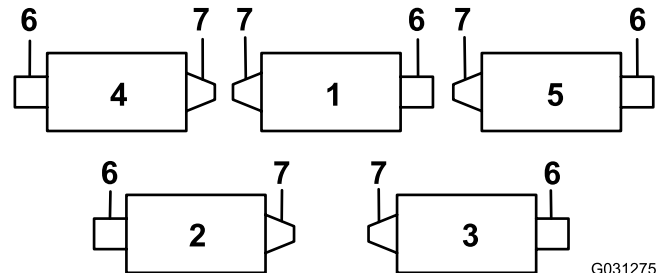
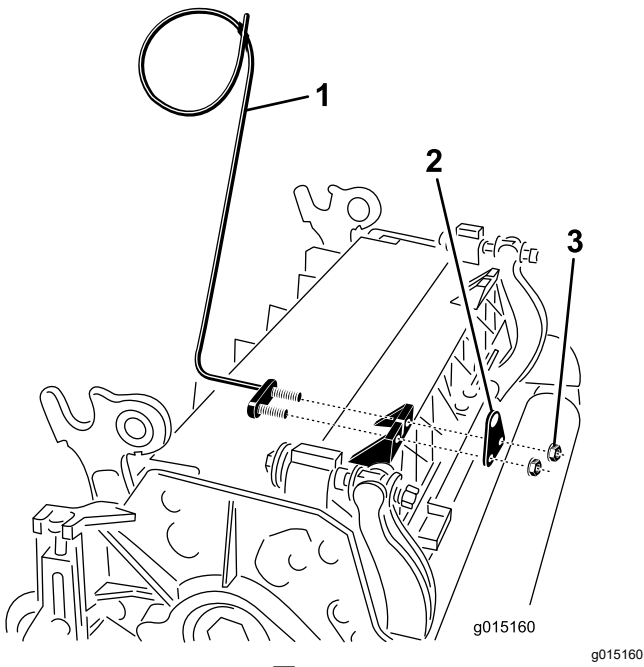
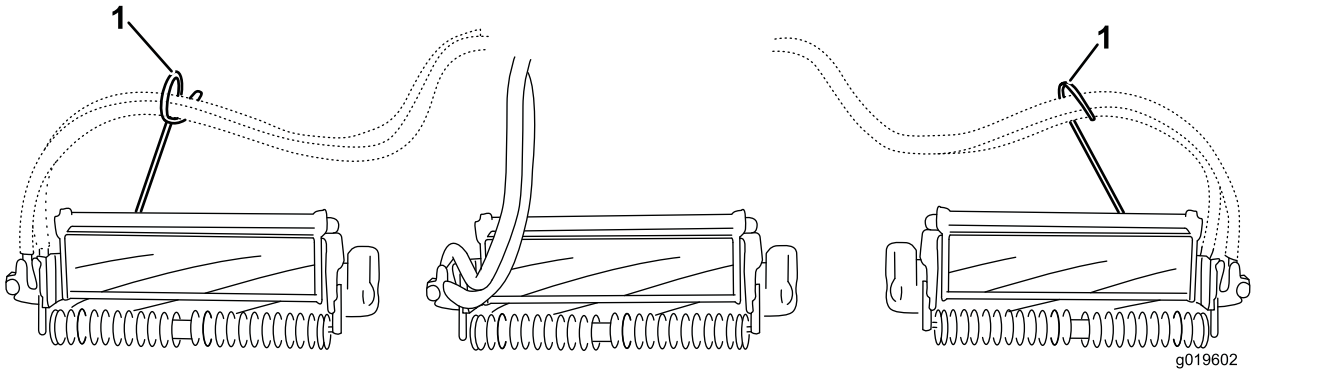

图 6
图 7
图 8
7. 在 4 号滚刀组左前和 5 号滚刀组右前上用杆支架安装螺母将软管导向架安装到滚刀组凸耳的前面。软管导向架应偏向于中心滚刀组图 6、图 7、图 8。